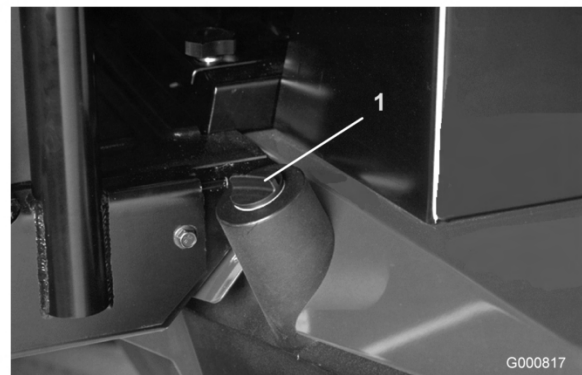

図 22
2. 油圧オイル・タンクの注油口周辺をきれいに拭き、キャップ (図 22) を外す。給油口からキャップを取る。